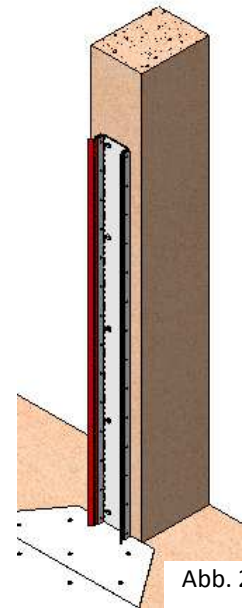

Abb. 2
- Jetzt den Drehdichtungshalter (Nr. 03 in Abb. 18) positionieren. Ordnungsgemäß nivellieren, damit der Halter vertikal steht. Er muss in Bezug auf die bereits montierte Rahmengrundplatte vollkommen lotrecht stehen (Abb. 2).